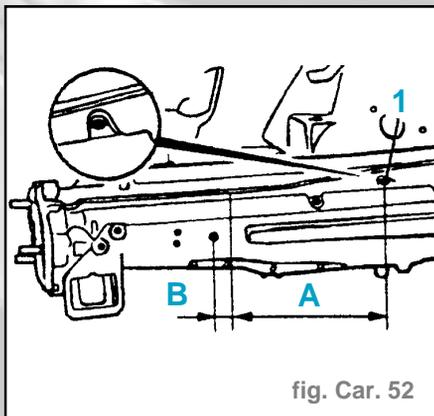

fig. Car. 52
- Côte (A) = max **215 mm** en partant de l'orifice de  $\varnothing$  **12 mm** destiné à recevoir le silentbloc du point d'ancrage avant de l'essieu.
- Si le longeron moteur n'est endommagé que jusque avant le plan d'ancrage de l'absorbent de chocs, déterminer la ligne de coupe à partir de la côte (B).
- côte (B) = au moins **25 mm** de l'alésage de  $\varnothing$  **10 mm**.
**Remarque :** Vue sur le longeron moteur depuis le compartiment moteur (fig. Car. 52)